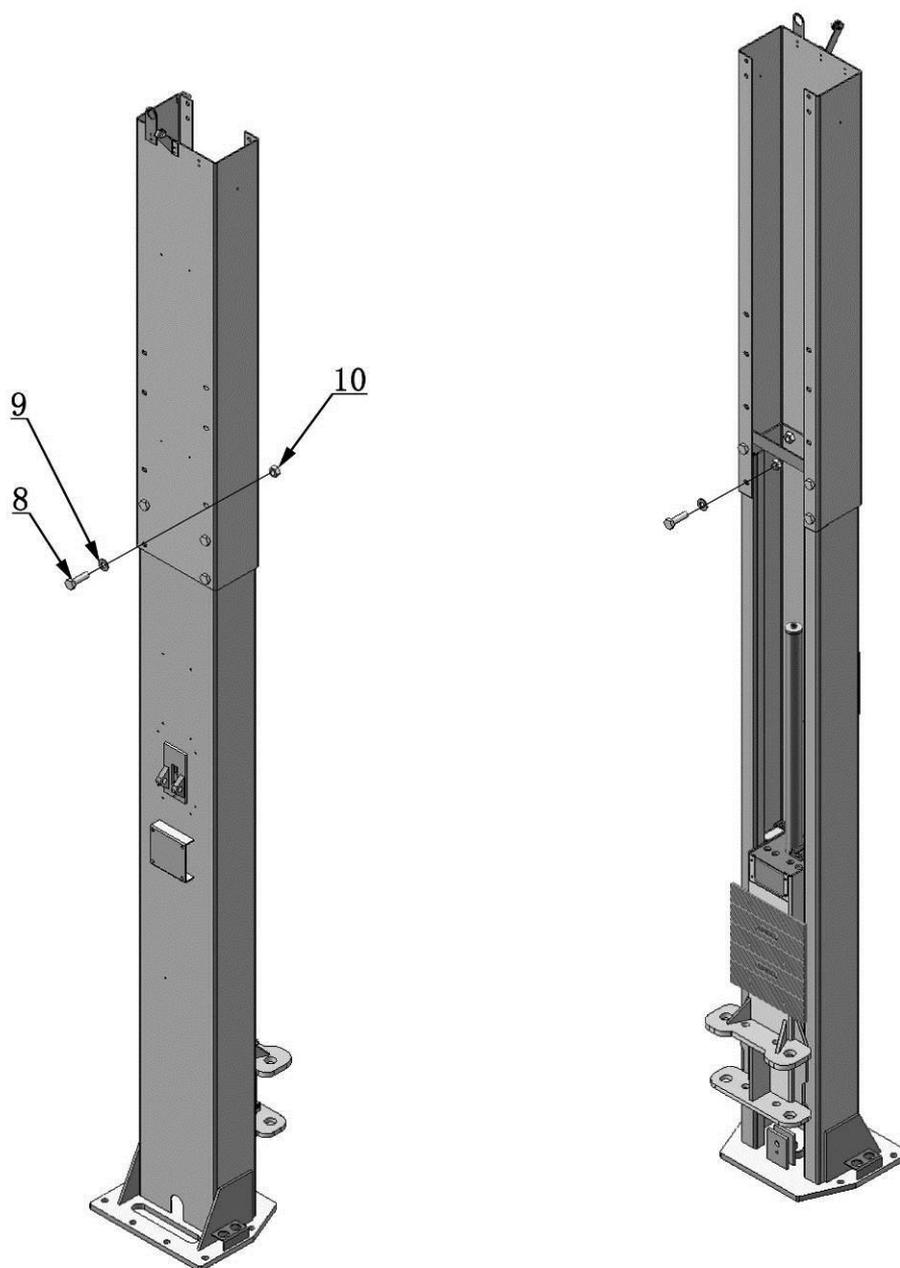

Рис.19
1. При установке крепежа на высоту большую 4350мм, закрепите внешнюю колонну на нижние отверстия. (см. рис. 19)